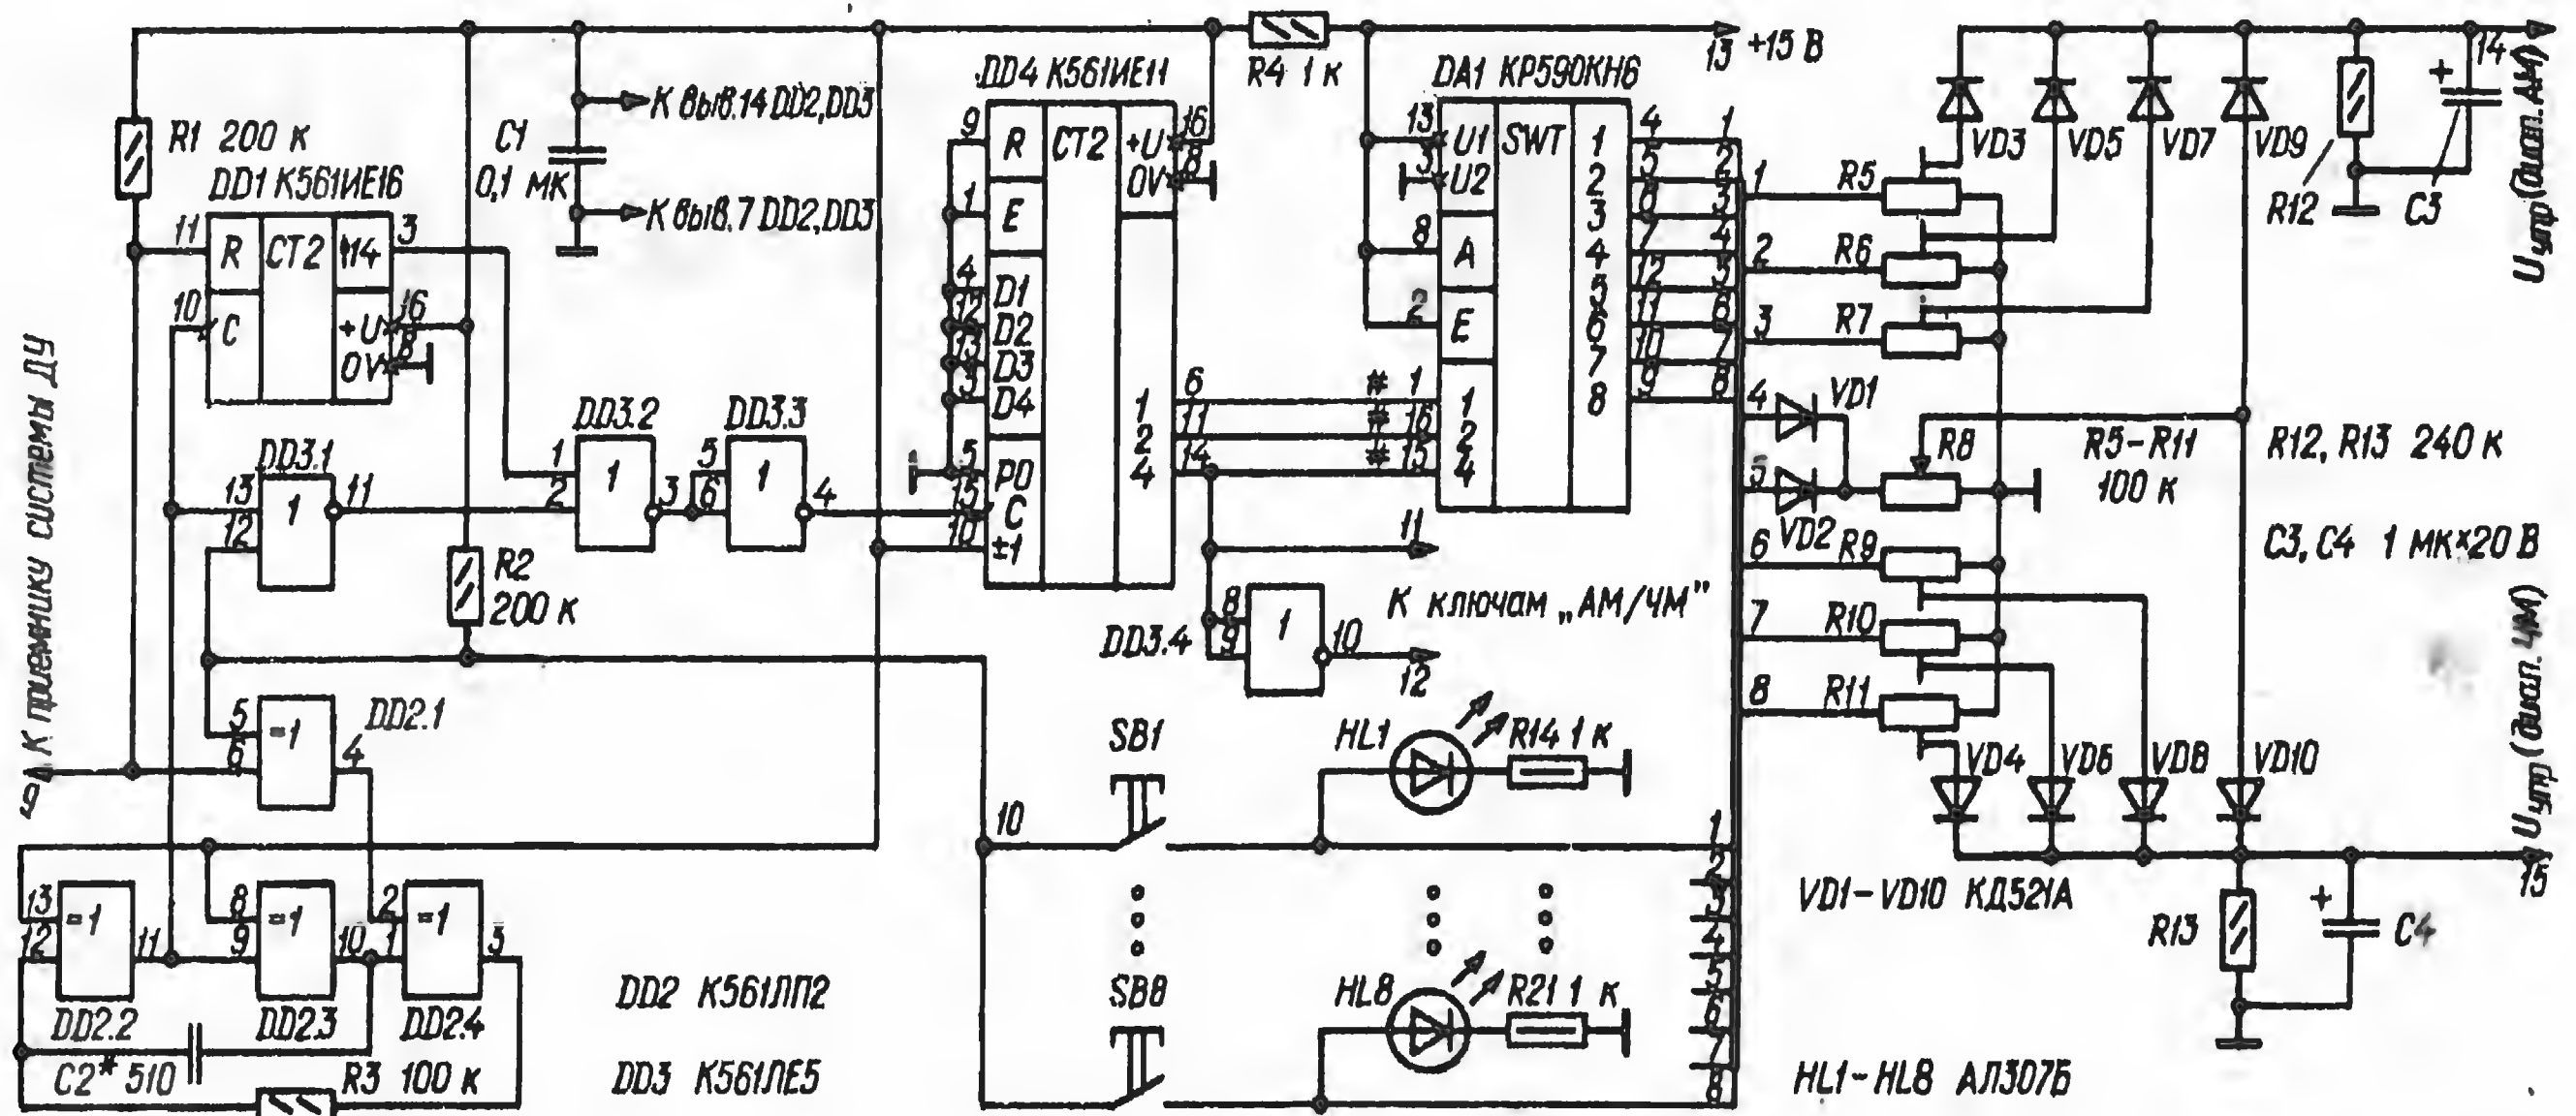

Рис. 1
**П**редлагаемый вниманию читателей квазисенсорный переключатель (рис. 1) выполнен на основе восьмиканального коммутатора KP590KH6 и предназначен для двухдиапазонного (например, СВ и УКВ) приемника с электронной перестройкой частоты, в котором, помимо плавной, необходима фиксированная настройка на три радиостанции в каждом диапазоне. В однодиапазонном приемнике с его помощью можно включать плавную и семь фиксированных настроек (для этого его необходимо дополнить еще одной ячейкой). Максимальное напряжение управления вариокапами — около 13 В (меньше указанного на схеме напряжения питания 15 В на сумму падений напряжения на ключах коммутатора и развязывающих диодах VD1—VD10).